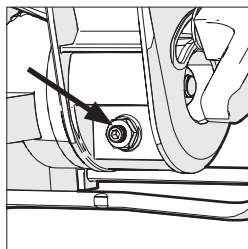

Fig. 10
- Desaperte a porca do parafuso de ajuste do ângulo biselado com uma chave de porcas de 10 mm e uma chave sextavada de 3 mm (não incluídos) (Fig. 10).